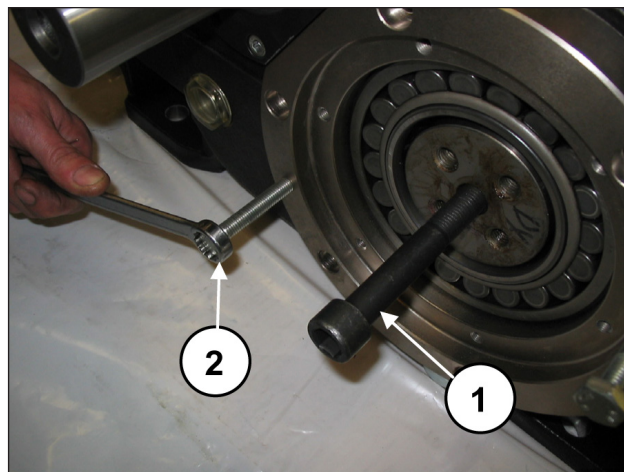
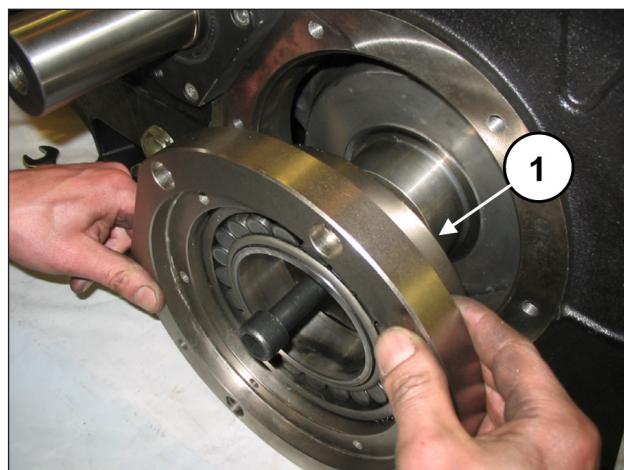

Fig. 24
Fig. 25
Applicare un perno filettato M16 ad un'estremità dell'albero a gomiti (pos. ①, Fig. 24) e, tenendolo sollevato, estrarre il coperchio portacuscinetto completo di cuscinetto e O-ring (pos. ①, Fig. 25). Per agevolare lo smontaggio utilizzare n. 2 grani o viti M10 (pos. ②, Fig. 24) con la funzione di estrattori. Ripetere l'operazione dal lato opposto.